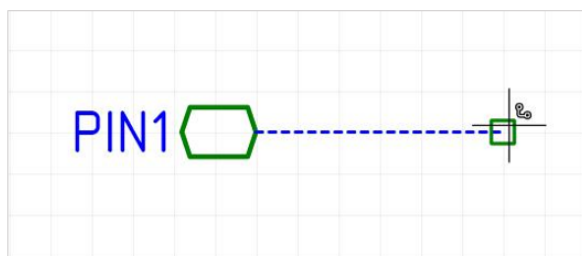

Рис. 273 Размещение цепи от порта
- Разместите порт на схеме, см. Рис. 273. Положение порта будет зафиксировано, после этого активируется размещение цепи/шины. Размещение цепи/шины осуществляется стандартными способами.